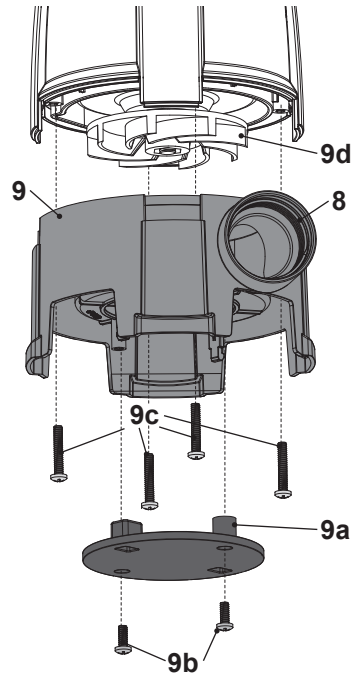

Fig. 7
Si des dépôts excessifs s'accumulent dans la base, démontez la base (9) du produit et nettoyez les composants (Fig. 7).
1. Desserrez deux vis courtes (9b) dans le sens inverse des aiguilles d'une montre avec un tournevis approprié et retirez-les, puis retirez la plaque de fond (9a) de la base (9) en détachant deux clips en plastique.
2. Desserrez quatre vis longues (9c) dans le sens inverse des aiguilles d'une montre à l'aide d'un tournevis approprié et retirez les vis ainsi que les joints et la base (9).
4. Nettoyez la base (9), la plaque de fond (9a) et la buse de sortie (8) si nécessaire.